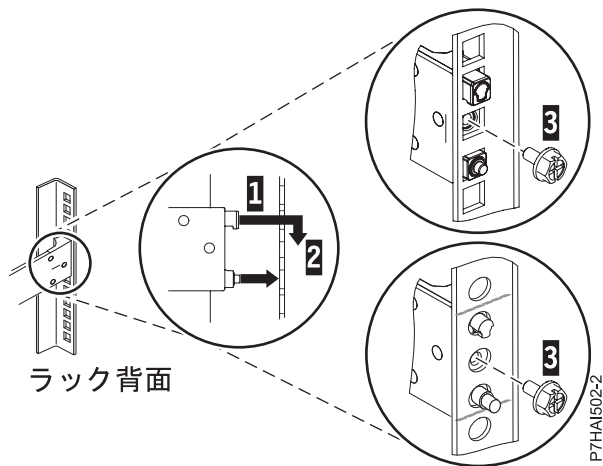

図 3. ラック背面の穴へのピンの位置合わせおよび噛み合わせ
3. スライド・レールの後部にある 2 つのピンの位置を、事前にマークを付けた、選択済みの EIA 単位の上下 2 つの穴に合わせます。スライド・レールを手前に引いて、2 つのピンをラックの穴に挿入し **(1)**、スライド・レールを下方に下げて **(2)** 上部のピンのフック機構を噛み合わせます。詳しくは、5 ページの図 3 を参照してください。次のステップに進む前に、2 本のピンがラックの穴から出ていることを確認してください。